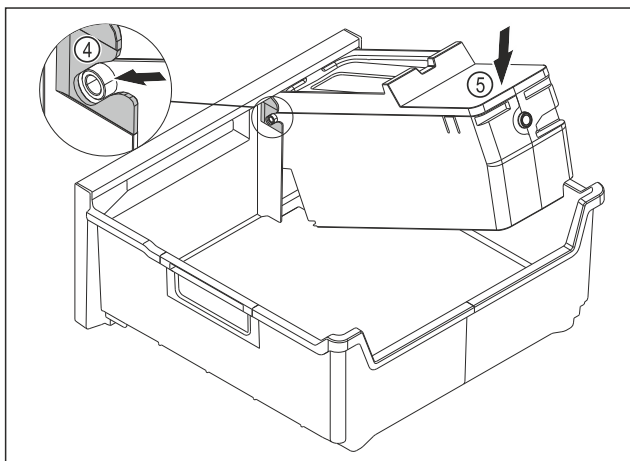

Fig. 181
- Sumontuokite EasyTwist-Ice korpusą: įstumkite EasyTwist-Ice korpuso ašį į kreipiamąsias Fig. 181 (4).
- Paspauskite EasyTwist-Ice korpusą Fig. 181 (5) gale žemyn.